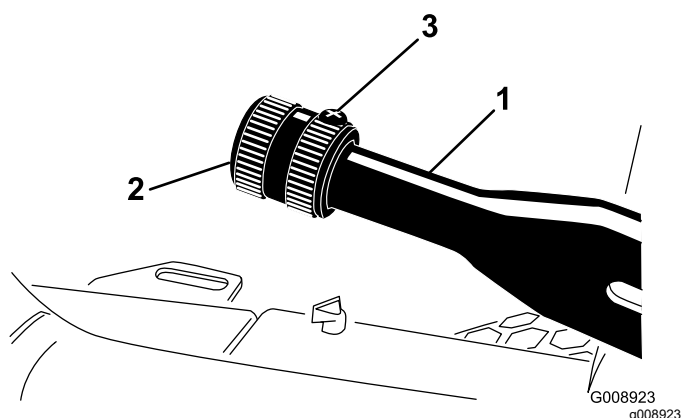

Figura 62
2. Allentate la vite a pressione che fissa la manopola alla leva del freno di stazionamento (Figura 62).